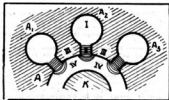
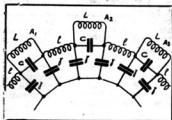

Fig. 6. — Construction d'un magnétron moderne, avec fente fermée sur des cavités résonnantes A_1, A_2, A_3, A_4 .
Fig. 7. — Circuits électriques équivalents aux cavités résonnantes du magnétron.
Les régions considérées sont les cavités résonnantes (I), les fentes (II), les segments d'anode (III) et la cavité centrale (IV) (fig. 6). Il est commode de représenter ces régions à constantes continues par des circuits équivalents à constantes localisées. On aboutit ainsi au schéma de la figure 7, dans lequel chaque cavité A_1, A_2, A_3 est figurée par une self-induction L , chaque fente par une capacité C , chaque élément anodique par une self-induction l et chaque élément de cavité centrale par une capacité γ .